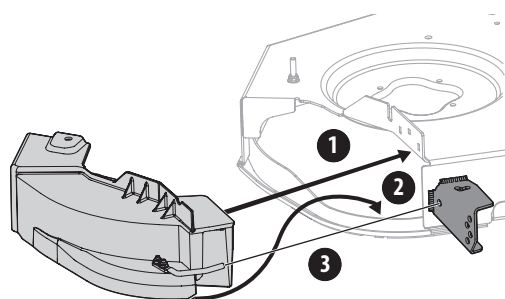

Figure 10
2. Faites glisser la bride horizontale de la partie supérieure intérieure de l'ensemble de déchiquetage sous le plateau de coupe. Voir 1 dans la Figure 10.
3. Faites glisser la partie avant de la partie inférieure de l'ensemble de déchiquetage dans le bas de l'ouverture d'éjection du plateau de coupe. Voir 2 de la Figure 10.
4. Glissez légèrement vers l'avant du tracteur et insérez la tige dans le trou le plus proche du plateau sur la roue guide avant droite. Voir 3 de la Figure 10.